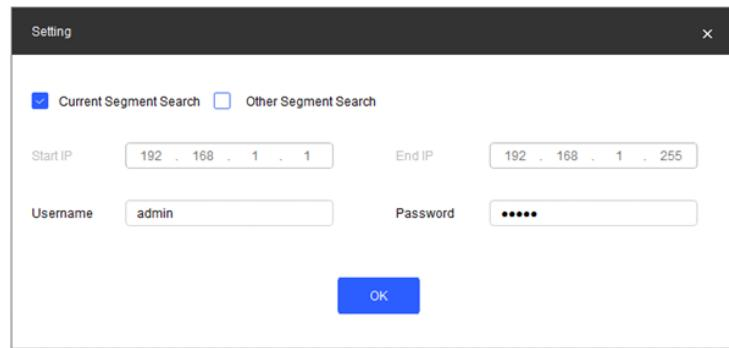

Рис. 2-3 Подтвердите свое имя пользователя и пароль
- Выберите устройства, которые необходимо инициализировать, а затем нажмите кнопку «Инициализировать». Отобразится интерфейс установки пароля. См. рис. 2-3.